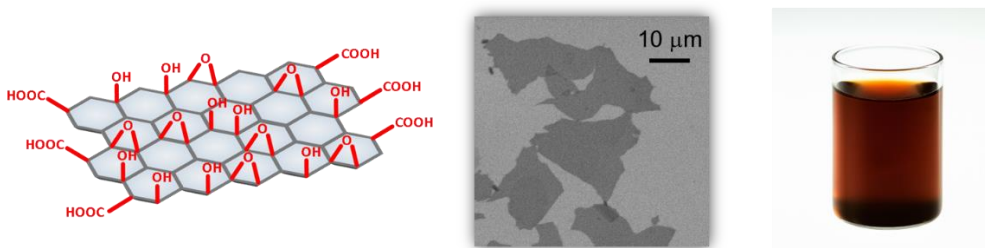

図 1. （左から）酸化グラフェンのモデル構造、走査型電子顕微鏡写真、分散液の写真。
- 酸化グラフェン（図 1）の形成メカニズムが十分解明されておらず、研究者が“独自のレシピ”で合成するため、再現性が非常に低かった。そのため、大量生産が困難で、工業的な用途開発が遅れていた。